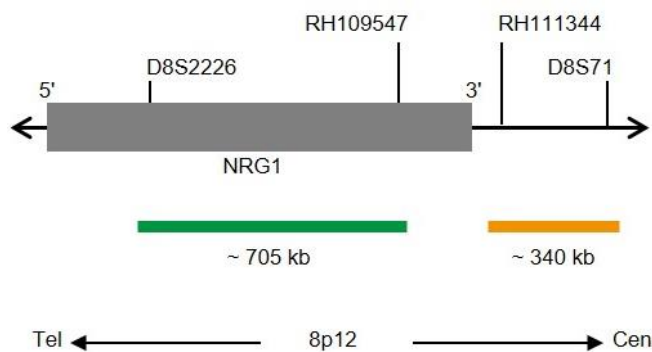

Abb. 1: SPEC NRG1 Sondenlokalisierung (nicht maßstabsgetreu)
- ZyGreen (Anregung 503 nm/Emission 528 nm) markierten Polynukleotiden (~10 ng/μl), die gegen Sequenzen in 8p12* (chr8:31,730,448-32,433,429) gerichtet sind, welche distal zur NRG1-Bruchpunktregion lokalisiert sind (siehe Abb. 1).
- ZyOrange (Anregung 547 nm/Emission 572 nm) markierten Polynukleotiden (~4,5 ng/μl), die gegen Sequenzen in 8p12* (chr8:32,644,505-32,985,279) gerichtet sind, welche proximal zur NRG1-Bruchpunktregion lokalisiert sind (siehe Abb. 1).